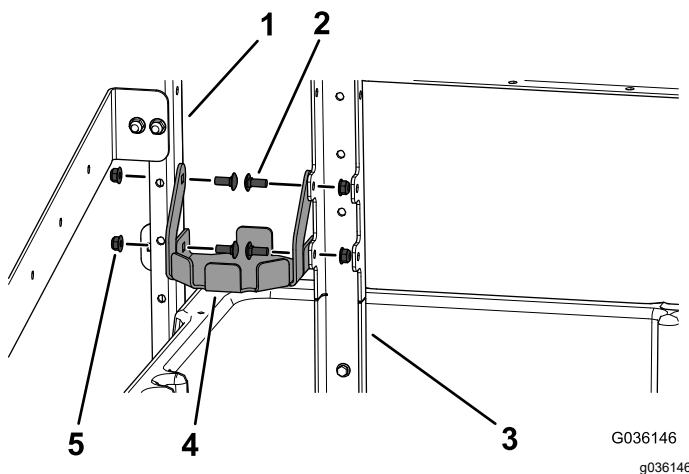

Figura 9
8. Instale a montagem do extintor no suporte da estrutura superior lateral e frontal com quatro parafusos de carroçaria (5/16 x 3/4 pol.) e quatro porcas flangeadas (5/16 pol.) como se mostra na Figura 9.